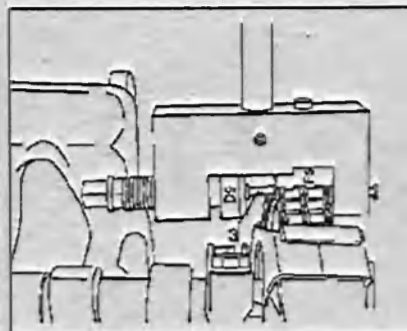

Рис. 4.48. Установите пресс на цепь. Вращайте шпindel и запрессуйте соединительное звено 3 до упора.
12. Установите пресс на цепь (рис. 4.48). Вращайте шпindel и запрессуйте соединительное звено 3 до упора.